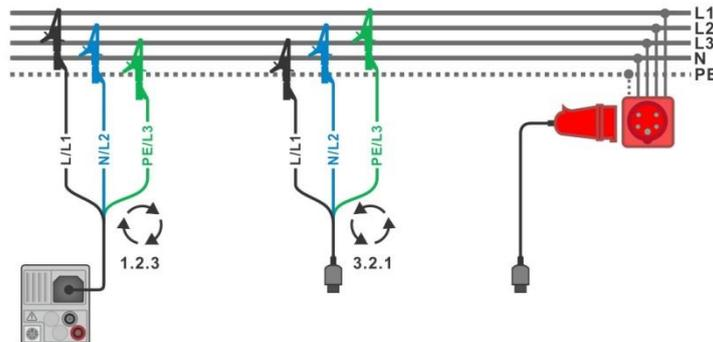
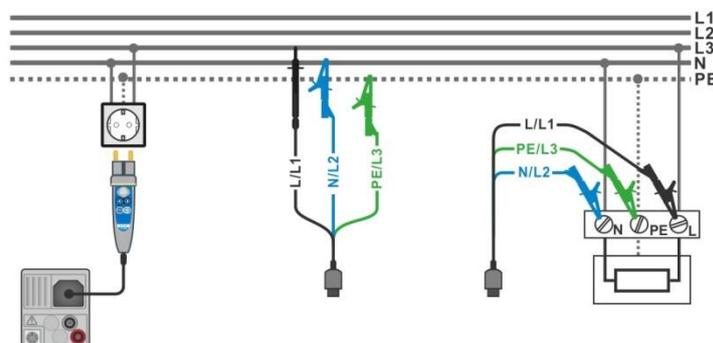

Abbildung 7.2: Anschluss der Dreileiter-Prüfleitung und des optionalen Adapters im Drehstromnetz.
Abbildung 7.3: Anschluss des Commander-Prüfsteckers und der Dreileiter-Prüfleitung im Ein-Phasen-System
- Schließen Sie die Prüflleitungen am Prüfling an., siehe **Abbildung 7.2** und **Abbildung 7.3**.